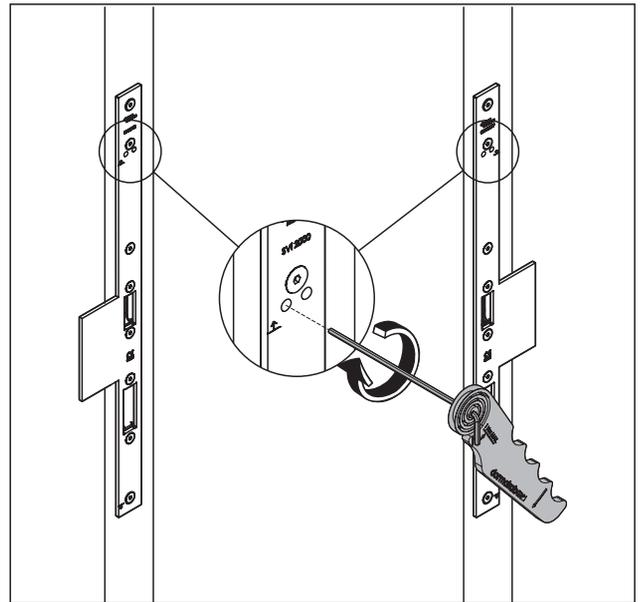

Abb. 56 Treibriegelstange fixieren
2. Die obere Treibriegelstange durch die Bohrung im Stulp mit 1 Nm fixieren (Abb. 56).